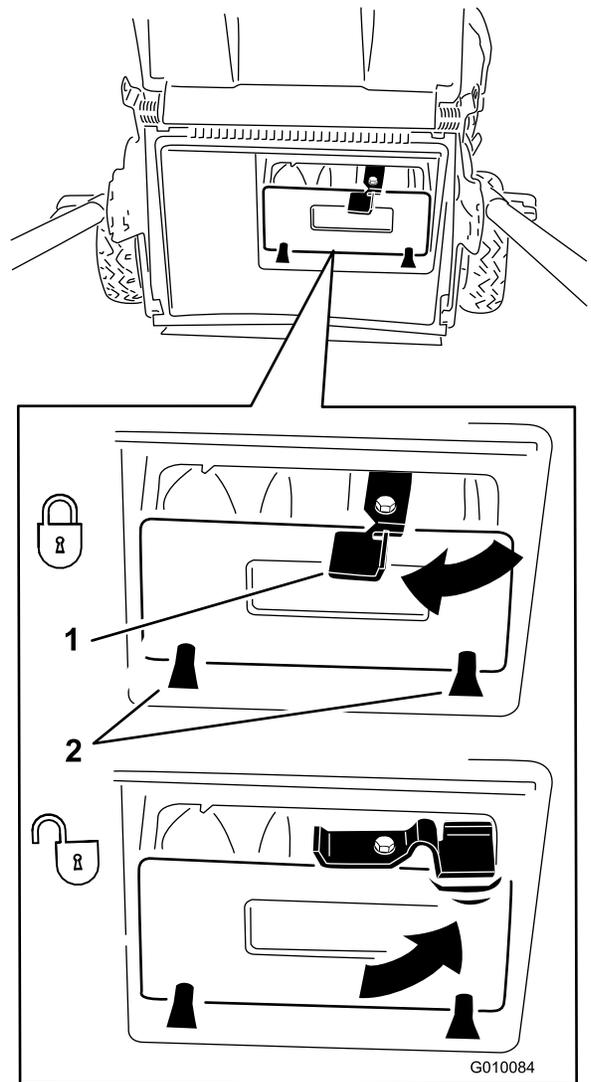

Figure 25
**Important:** Vérifiez que l'obturateur de l'éjecteur arrière est verrouillé en place. Pour verrouiller l'obturateur, appuyez fermement dessus jusqu'à ce qu'il s'enclenche en position derrière les pattes, et tournez le levier situé sur l'obturateur vers la gauche (Figure 25).
**Remarque:** Pour déverrouiller l'obturateur, tournez son levier vers la droite (Figure 25).